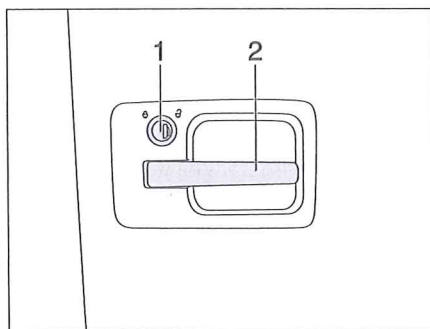
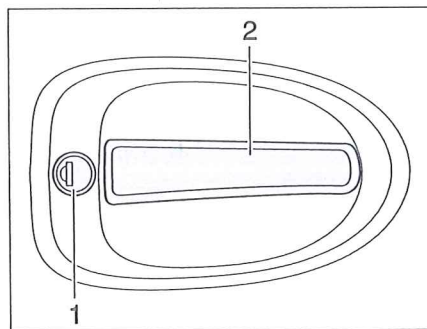

Bild 18 Dörrlås, utsida
Bild 19 Dörrlås, utsida
- Stick in nyckeln i låscylindern (Bild 18,1 och Bild 19,1) och vrid den medurs tills dörrlåset låses upp.
- Drag i dörrhandtaget (Bild 18,2 och Bild 19,2). Dörren är öppen.
- Stick in nyckeln i låscylindern (Bild 18,1 och Bild 19,1) och vrid den moturs tills dörrlåset har låsts.